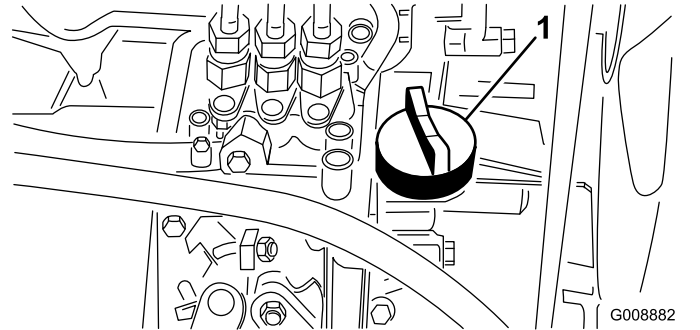

Bild 26
4. Entfernen Sie bei niedrigem Ölstand den Ölfülldeckel (Bild 26), gießen langsam kleinere Ölmengen ein und prüfen den Stand regelmäßig, bis die „Voll“-Marke am Peilstab erreicht wird.